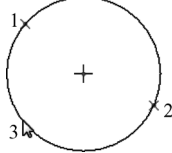

图 2-15 通过拾取 3 点来创建圆
2) 指定圆上第 1 点, 指定圆上第 2 点, 接着指定圆上第 3 点, 如图 2-15 所示, 从而绘制一个圆。